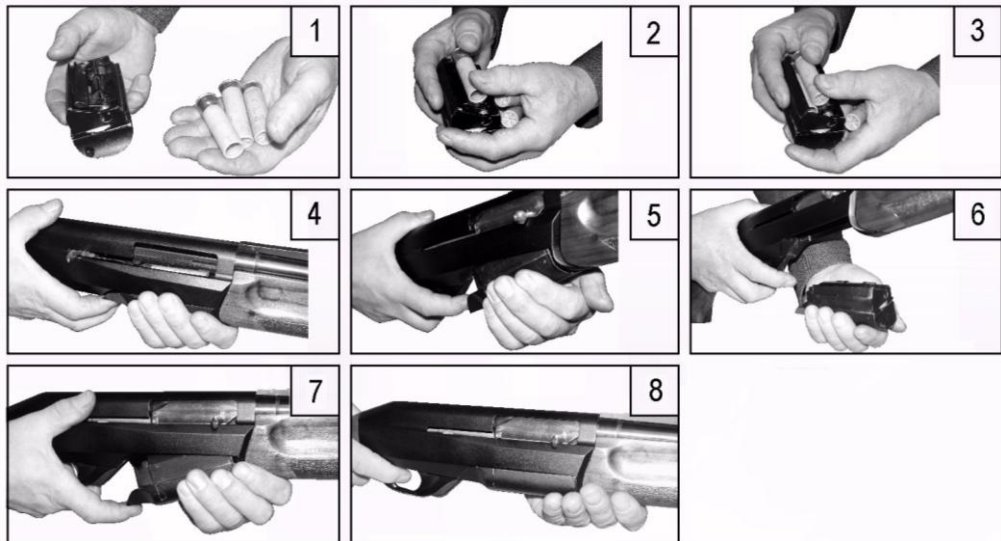

Рисунок 5 - Заряжание патронника и магазина
- для снаряжения магазина взять магазин в правую руку расположив приемным окном вверх, в левую руку – три патрона (Рисунок 5 вид 1). Положить один патрон на подаватель, чтобы закраина патрона попала в зону специальной для нее выборки и вдавить патрон большими пальцами обеих рук до фиксации его упорами (Рисунок 5 вид 2);
- для заряжания второго и третьего патронов операцию нужно повторить, при этом следить, чтобы закраина каждого следующего патрона была перед закраиной предыдущего (Рисунок 5 вид 3).
- возможен еще один способ заряжания ружья. В положении – затвор на затворной задержке, патронник пуст, пристегнуть снаряженный магазин, при этом затвор снимается с задержки автоматически, движется вперед, патрон из магазина подается на линию досылания и затвором досылается в патронник, ружье заряжено. При этом в магазине осталось два патрона (Рисунок 5 вид 4).
- для быстрой смены боеприпаса (дробь на пулю или картечь, и наоборот) необходимо нажать на защелку магазина, при этом магазин отсоединяется от ружья и быстро пристегнуть другой магазин с другими патронами (Рисунок 5 вид 5, вид 6). Присоединение магазина производить как показано на рисунке 5 вид 7. (Вставить переднюю часть магазина под небольшим углом к коробке и поворотом задней части ввести магазин в коробку до момента фиксации его защелкой) (Рисунок 5 вид 7, вид 8).